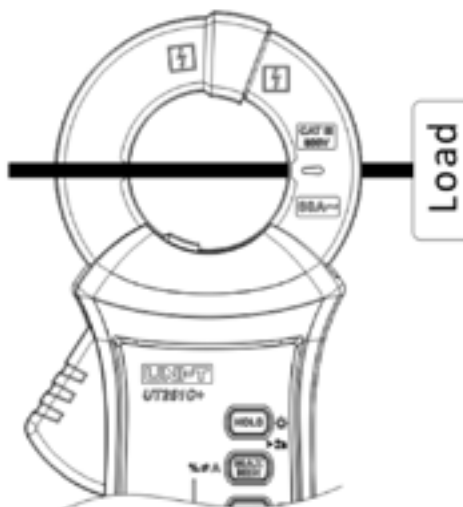

Рисунок 2.4 Измерение тока утечки переменного тока по одному из проводников цепи
2. Измерение гармоник (Рисунок 2.4)